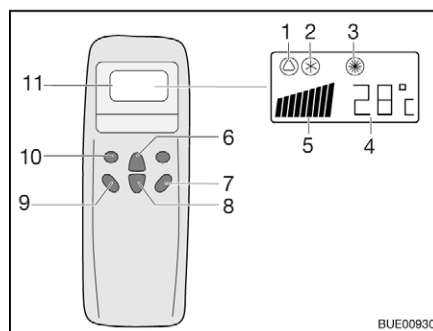
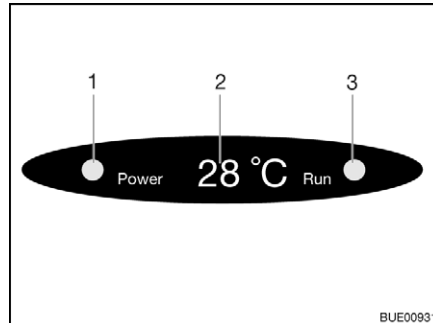

Bild 216 Fernbedienung
Bild 217 Anzeige am Diffusor
- Die Taste "ON/OFF" (Bild 216,7) drücken.
- Die Taste "Mode" (Bild 216,10) so oft drücken, bis die gewünschte Betriebsart (Bild 216,1, 2 oder 3) auf dem Display angezeigt wird. Die entsprechende Kontroll-Leuchte auf der Anzeige am Diffusor (Bild 217,3) leuchtet.
- Mit den Tasten Temperaturerhöhung (Bild 216,6) oder Temperaturverminderung (Bild 216,8) die gewünschte Temperatur einstellen.
- Mit der Taste Lüfterdrehzahl (Bild 216,9) die gewünschte Lüfterstufe wählen.